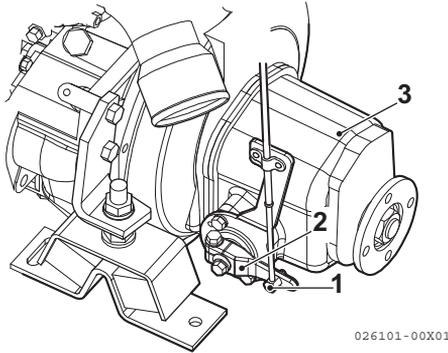
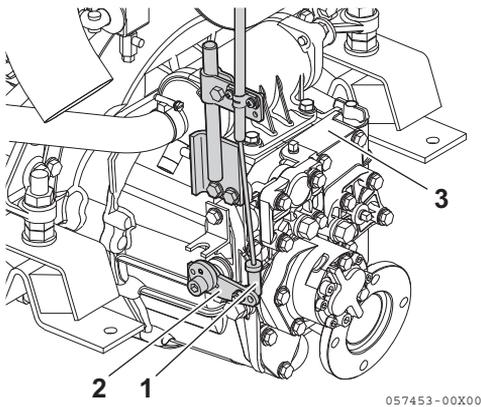

Figura 8
Figura 9
1. Assegure-se de que a alavanca de controlo remoto (**Figura 8, (2)**) ou (**Figura 9, (2)**) se move para a posição correcta quando o manípulo do controlo remoto está nas posições NEUTRO, MARCHA-À-FRENTE e MARCHA-À-RÉ. Utilize a posição NEUTRA como padrão de ajuste.
2. Para ajustar, solte e torne a apertar o encaixe do cabo (**Figura 8, (1)**) ou (**Figura 9, (1)**).